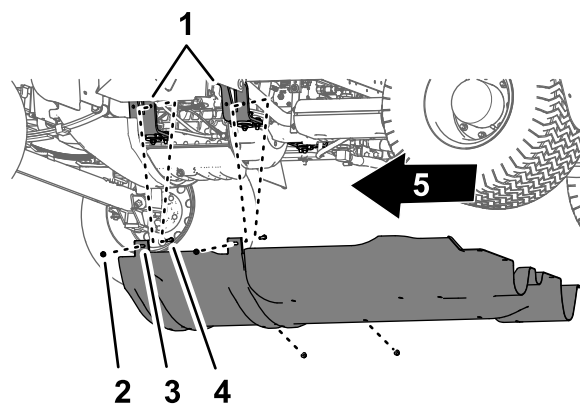

图 59
4. 从机器上拆下底盘保护罩 **图 58** 和 **图 59**。
1. 将起落架保护罩与机器的底部机箱对齐请参阅 **拆下底盘保护罩** (页码 41) 的 **图 59**。
2. 将起落架保护罩的安装凸耳滑动到机器发动机安装支架上的螺栓和托架螺栓上方请参阅 **拆下底盘保护罩** (页码 41) 中的 **图 59**。
3. 使用在 **拆下底盘保护罩** (页码 41) 的步骤 2 中卸下的 4 个凸缘锁紧螺母5/16 英寸将起落架保护罩安装到发动机安装支架上 **图 59**。
2. 从将起落架保护罩安装凸耳固定至机器发动机安装支架上的螺栓和起落架螺栓拧下 4 个凸缘锁紧螺母5/16 英寸 **图 59**。